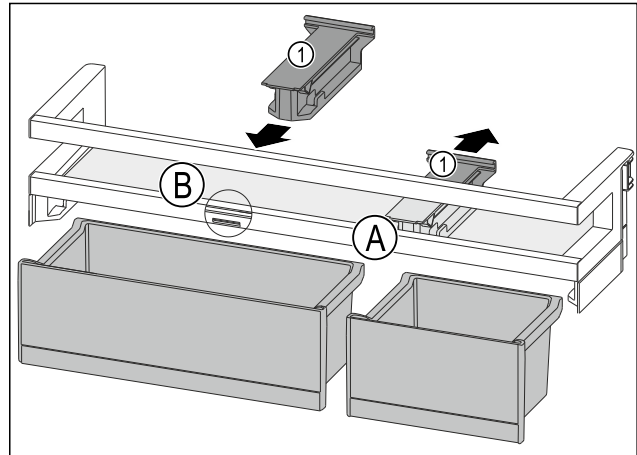

Fig. 85
- Haltebolzen Fig. 85 (1) in Position Fig. 85 (A) nach hinten abziehen.
- Haltebolzen Fig. 85 (1) in Position Fig. 85 (B) einsetzen.